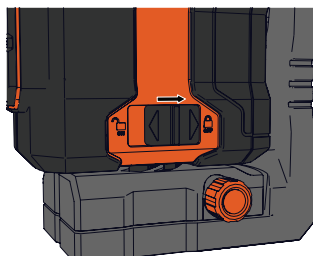

Figure 19
4. Faire glisser le compensateur de verrouillage vers la droite en position verrouillée (ÉTEINT)  pour éteindre l'appareil. (Figure 19)